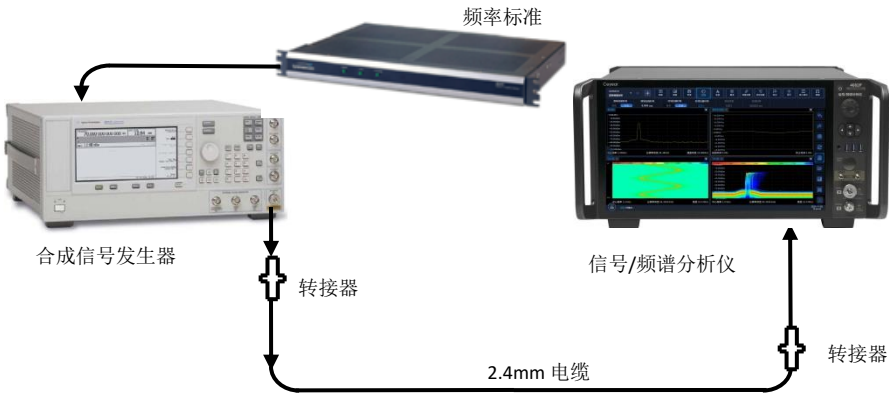

图 7.3 射频输入 1 频率参考测试示意
- 1) 按照图 7.3 连接频率标准输出至信号发生器的 10MHz IN，由外部频率标准为合成信号发生器提供参考频率。将连接合成信号发生器的射频输出至 4082 的射频输入端口 1（如没有频率标准，可用具有高稳定频率参考的频率计代替）；